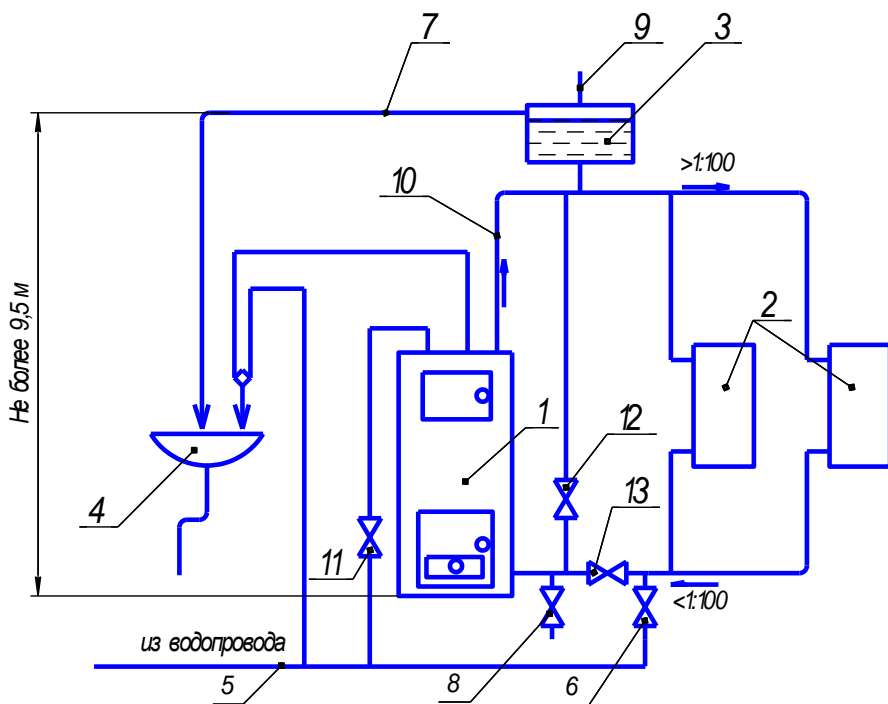
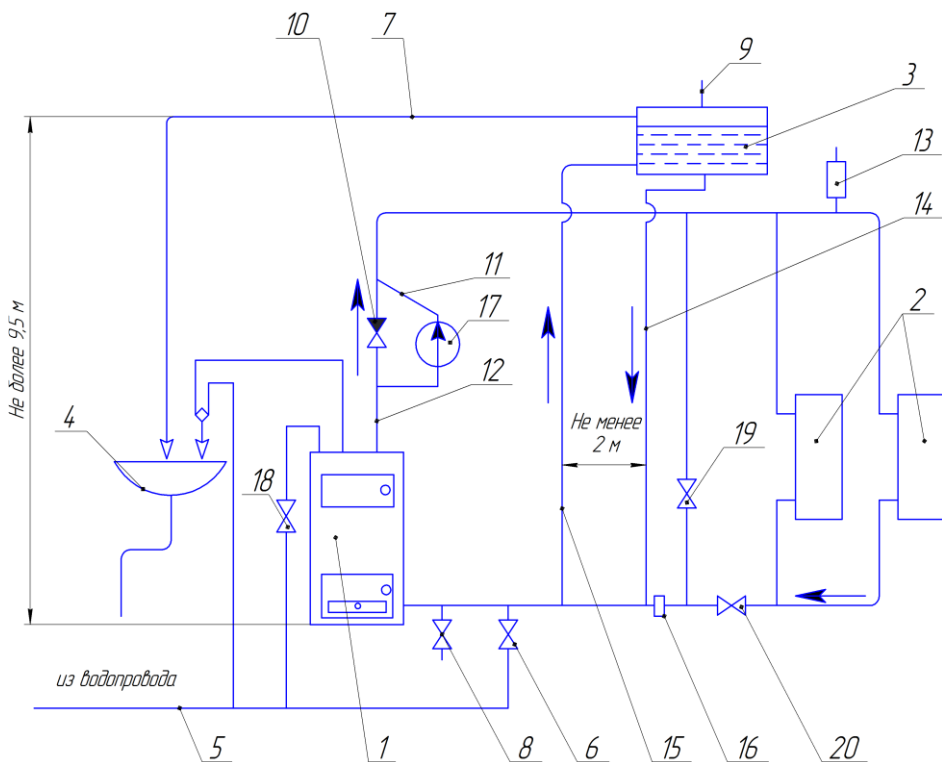

Рисунок 6.4 - Схема присоединения котла с водоподогревателем к отопительной системе с естественной циркуляцией.
Рисунок 6.5 - Схема присоединения котла с водоподогревателем к отопительной системе с искусственной циркуляцией.
6.8 При необходимости для создания циркуляции горячей воды в системах отопления можно использовать циркуляционный насос, например ЦН-25-6 (ЦН-32-6) (рисунок 6.3 и рисунок 6.5).
9.2 При длительном водозаборе горячей воды целесообразно увеличить форсировку котла и довести температуру воды в котле до 85-90 °С, для этого необходимо пробковый кран 12 рисунок 6.4 (19 рисунок 6.5) открыть, кран 13 рисунок 6.4 (20 рисунок 6.5) закрыть. При этом перекрывается система отопления. После окончания водозабора горячей воды и для восстановления циркуляции воды в системе отопления пробковый кран 13 рисунок 6.4 (20 рисунок 6.5) открыть, а кран 12 рисунок 6.4 (19 рисунок 6.5) закрыть. Для обеспечения длительного водозабора с постоянными параметрами воды, котел должен работать в стационарном режиме (с постоянным расходом газа или постоянной форсировкой топки при сжигании твердого топлива).
9.3 При использовании горячей воды в зимнее время кран 12 рисунок 6.4 (19 рисунок 6.5) не открывать на длительное время во избежание замерзания воды в системе отопления.